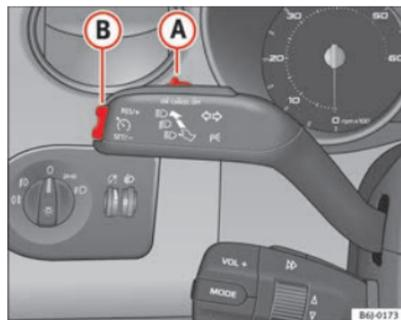

Fig. 121 Palanca de intermitentes y de luz de carretera: mando y tecla basculante para el regulador de velocidad
- Presione la parte superior de la tecla basculante **RES** ⇒ fig. 121 **(A)** para aumentar la velocidad. El vehículo acelerará mientras mantenga la tecla presionada. Al soltar la tecla quedará memorizada la nueva velocidad.
Si se reduce la velocidad programada pisando el pedal del freno, se desactiva el regulador de velocidad. Si quiere activar de nuevo el regulador, bastará con presionar una vez la parte superior de la tecla basculante **RES+** ⇒ fig. 121 **(B)**.